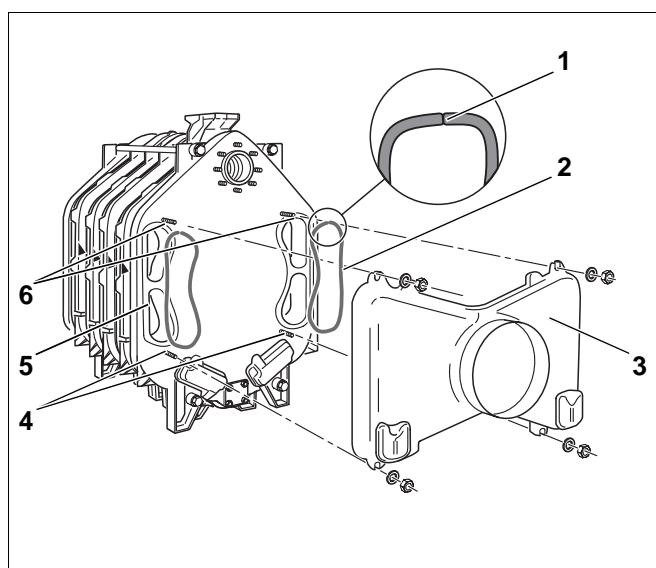

Рис. 26
Для уплотнения соединения между котлом и сборным коллектором дымовых газов (рис. 26, поз. 3) вставляется уплотнительный шнур GP (из стекловолокна с силиконовой оболочкой) (рис. 26, поз. 2).
- Этот шнур (длиной примерно 1500 мм) смазать kleem и вложить в паз на задней секции (рис. 26, поз. 5). Уплотнительный шнур должен быть уложен так, чтобы место стыка его концов пришлось на верхнюю часть паза (рис. 26, поз. 1).
- Сборный коллектор дымовых газов надеть на четыре шпильки, находящиеся на задней секции котла, и прикрутить, используя подкладные шайбы и гайки (рис. 26, поз. 4 и 6).